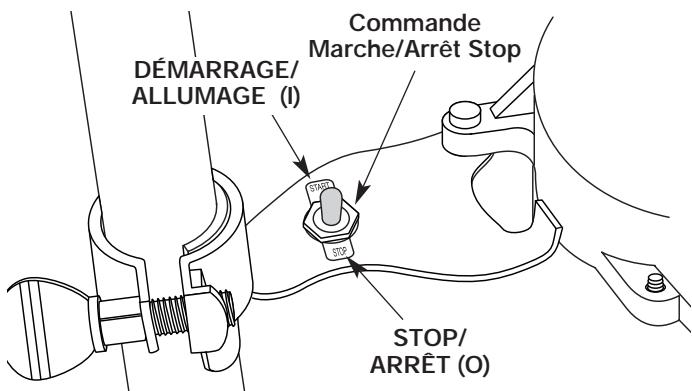
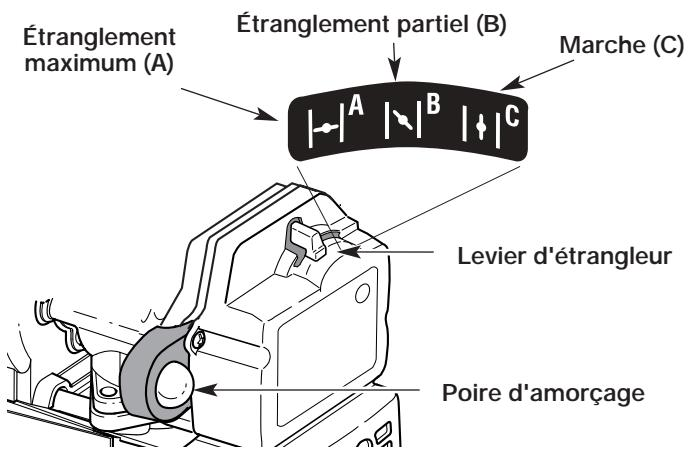

Figure 14
Figure 15
2. Mettez la commande Marche/Arrêt Stop en position **DÉMARRAGE (I)** (Fig. 14).
3. Enfoncez complètement, puis relâchez lentement la poire d'amorçage 10 fois. Vous devriez voir du carburant dans la poire (Fig. 15). S'il n'est pas visible, appuyez trois fois de plus ou jusqu'à ce qu'il apparaisse.
4. Mettez le levier d'étrangleur en position d'étranglement **MAXIMUM (A |---|)** (Fig. 15).
6. Mettez le levier d'étrangleur en position d'étranglement **PARTIEL (B |---|)** (Fig. 15).
**REMARQUE :** Si le moteur se noie durant le démarrage, placez le levier d'étrangleur en position **MARCHE (C |↑|)** (Fig. 15). Appuyez sur la manette des gaz. Tirez rapidement sur la corde de démarrage. Le moteur devrait démarrer après 3 à 8 coups.
**REMARQUE :** il n'est pas nécessaire d'utiliser l'étrangleur pour démarrer un moteur chaud. Mettez la commande Marche/Arrêt Stop en position **MARCHE** (Fig. 14), puis démarrez en position d'étranglement **PARTIEL (B |---|)**. Après le démarrage, placez le levier d'étrangleur en position **MARCHE (C |↑|)** (Fig. 15).
2. Mettez la commande Marche/Arrêt Stop en position **ARRÊT (O)** (Fig. 14).